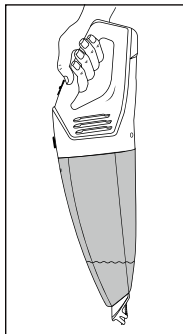

Fig. 3
- Se sono stati aspirati dei liquidi, trasportare sempre l'apparecchio con la bocchetta per l'aspirazione dei liquidi **1** rivolta verso il basso (vedere fig. 3):